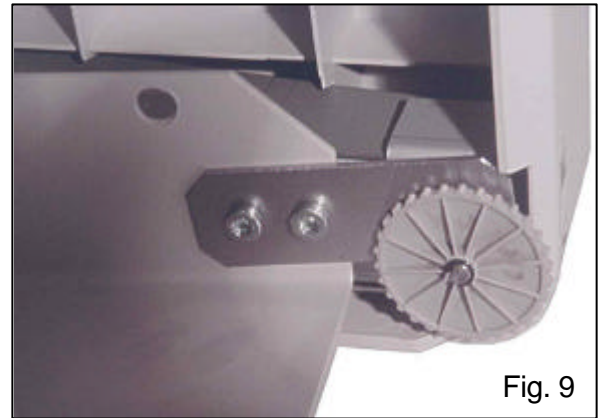

Fig. 9
8. Unterstand an das Ausgabefach montieren. Zuerst die Führungsplatten in den Verstell-schrauben des Ausgabefachs einhängen, das Verstellrad von unten auf die Verstell-schrauben aufstecken (Rippen gegen unten zeigend) und Sicherungsringe von Pos. 3 einsetzen (**Fig. 9**).